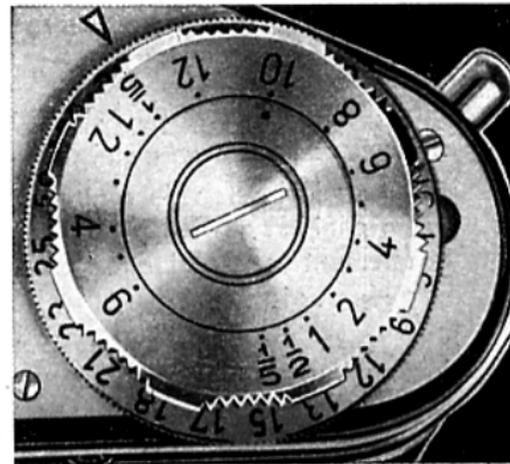

fig. 12
Le bouton de réglage (17) (fig. 12) est utilisé pour obtenir des temps de pose supérieurs au $\frac{1}{25}$ de seconde (fig. 12). Les fractions de seconde y sont indiquées en nombres fractionnaires, tandis que tous les nombres entiers représentent des secondes entières (par exemple: 1 = 1 seconde, 2 = 2 secondes, etc. . . .). Les chiffres noirs sont utilisés pour une exposition suivant instantément le déclenchement. Les chiffres rouges précisent que l'exposition aura lieu environ 13 secondes après le déclenchement, ce retardement vous permettant ainsi de figurer dans la scène photographiée. Dans le modèle EXAKTA Varex II a, le fonctionnement du mouvement pour vitesses lentes et retardement est totalement silencieux. Ce perfectionnement sera particulièrement apprécié par les photographes qui opèrent au théâtre, au concert, au cours de conférences, ou en tous lieux où le bruit est gênant.